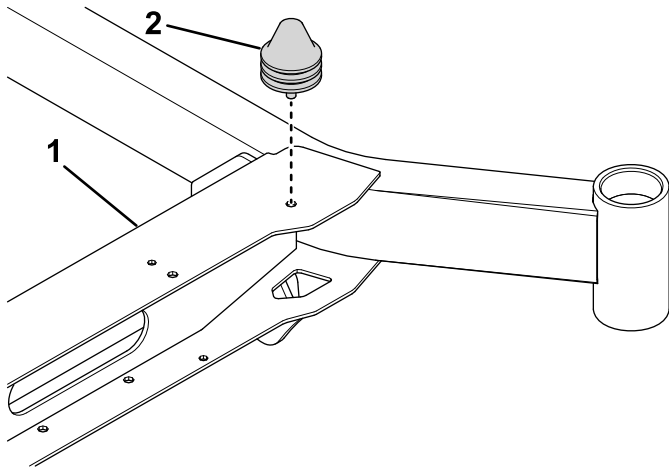

Figure 1
2. Déposez la butée de la traverse, comme montré à la (Figure 1).